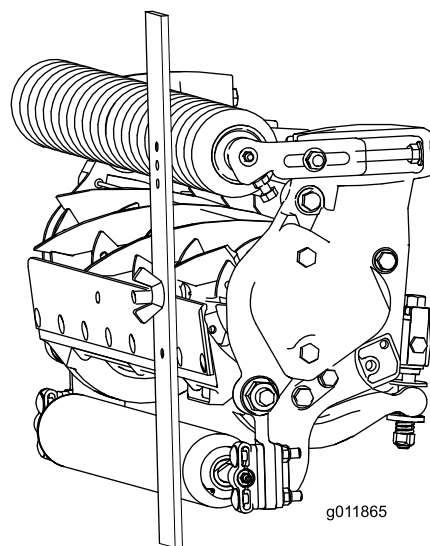

Figure 16
3. Accrochez la tête de la vis sur le bord tranchant de la contre-lame et appuyez l'arrière du gabarit contre le rouleau arrière (Figure 16).
4. Tournez la vis de réglage jusqu'à ce que le rouleau avant touche le gabarit (Figure 16). Réglez les deux extrémités du rouleau jusqu'à ce que celui-ci soit parfaitement parallèle à la contre-lame.